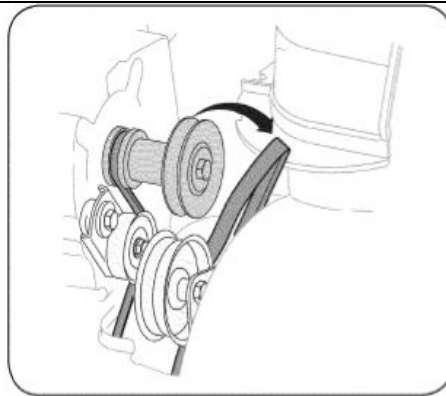

Рис. 23
3. Стащите ремень шнека со шкива двигателя (См. Рис. 23).